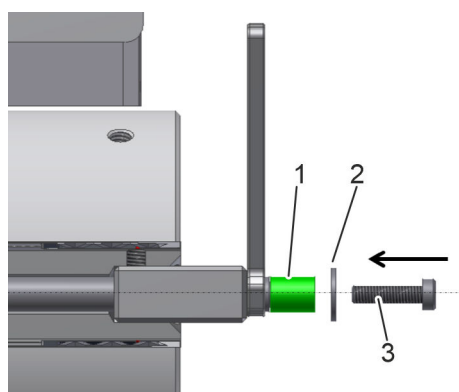

Fig. 19: vite a testa cilindrica
7. ➔ Avvitare la vite a testa cilindrica M4 (chiave da 3) (Fig. 19/3) e la rosetta da 4,2 mm (Fig. 19/2) all'asta misuratrice (Fig. 19/1). Coppia 5 Nm.